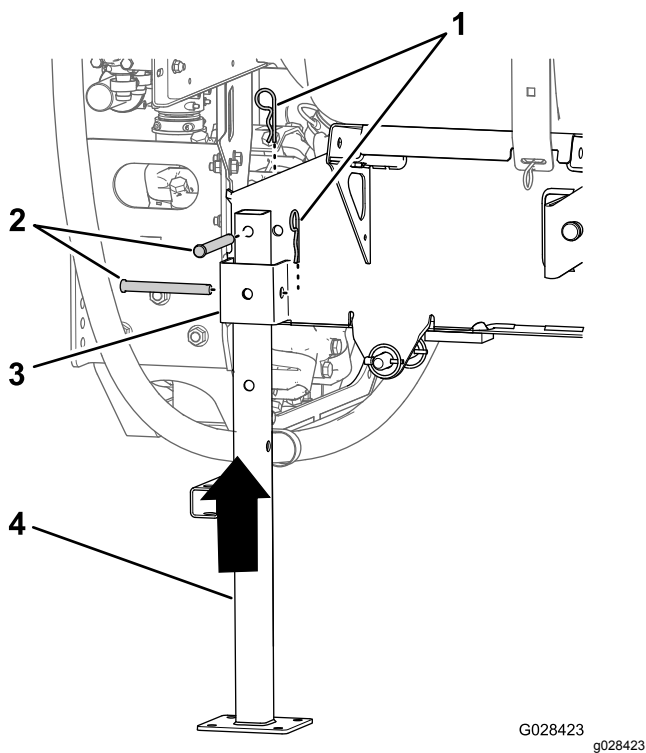

Figura 134
5. Alinhe o macaco traseiro com o recetor do macaco traseiro (Figura 134).
- Alinhe o furo na parte superior do macaco com o furo na estrutura do patim do depósito (Figura 134).
- Prenda o macaco ao recetor e estrutura com dois passadores de forquilha (1/2 pol. x 4¹/₂ pol.) e dois pernos de gancho (5/32 pol. x 2⁵/₈ pol.) como se mostra na Figura 134.